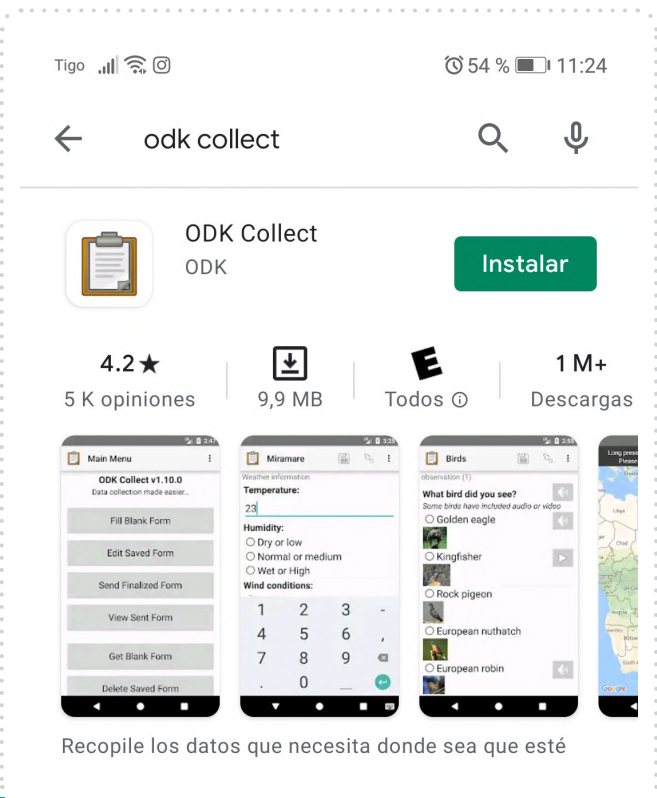

Figura 1. Instalar y configurar ODK
- 2 Descargue la versión más reciente de la aplicación. A la fecha de publicación del presente manual, corresponde la versión 1.3 [Figura 1].